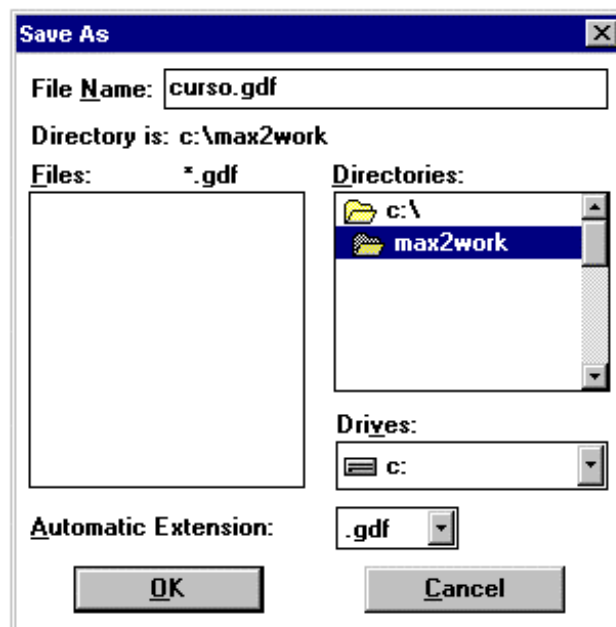

Figura 6
4.1.5 Para salvar o arquivo escolha *Save As* no menu *File*. O quadro *File Name* mostra automaticamente o nome de seu projeto com a extensão *Gdf* (figura 6), no nosso exemplo, aparecerá o nome “curso.gdf”.